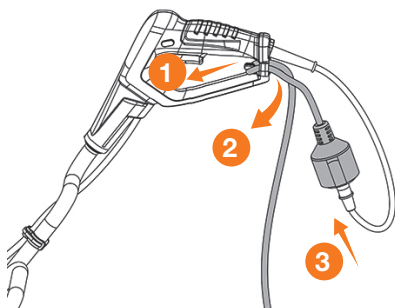

Рис. 7
- Закрепите сетевой шнур удлинителя в специальном зажиме для предотвращения его отсоединения. Для этого, проденьте шнур в петлю зажима и зафиксируйте его, зацепив за крюк (Рис. 7).